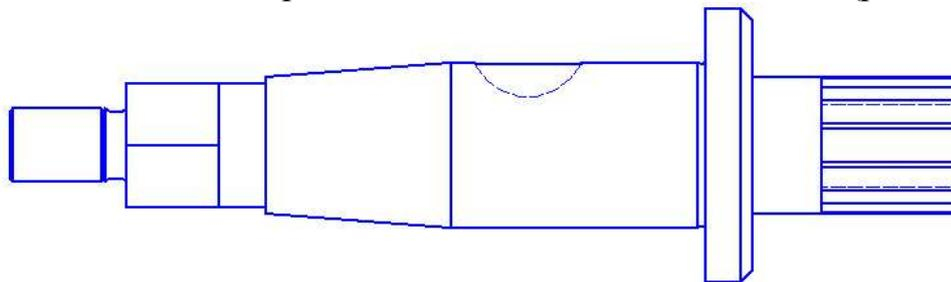

Рис. 126
7. Из контекстного меню выбрать команду **Создать вид...**. В диалоговом окне **Тип вида** должен быть **Главный. Источник**, или **активная деталь** или **выбор**. Далее необходимо следовать запросам в командной строке и выбрать опцию ПСК, направление оси X. Определить положение вида на листе (рис. 126).